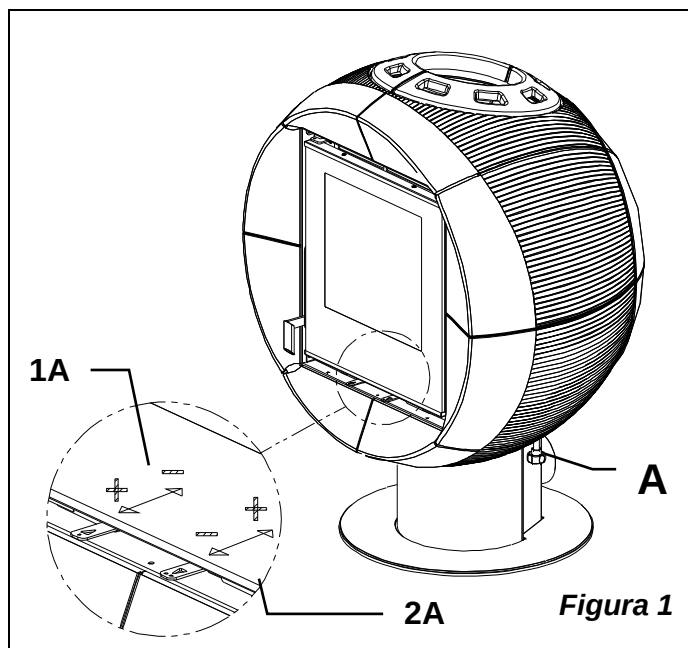

Figura 1
L'insieme della camera di combustione è a tenuta ermetica mediante saldatura ed è rivestito con un carter in acciaio verniciato. Il deflettore interno in vermiculite riflette l'irradiazione del fuoco ed aumenta ulteriormente la temperatura all'interno della camera di combustione. In questo modo, sfruttando i flussi dei gas di scarico, si ottimizza la combustione e si aumenta il grado di efficienza. Particolarità del seguente modello è la possibilità di poter ruotare il corpo di +/- 45°, rispetto l'asse del piedistallo, anche ad apparecchio in funzione con il vantaggio di poterlo poi bloccare nella posizione desiderata tramite un'apposita manopola (Figura 1 pos.A).
Sotto la porta del focolare a **sinistra** si trova la leva di comando del registro dell'aria primaria (Figura 1 pos.1). Con questo registro viene regolato il passaggio dell'aria che entra nella parte bassa della stufa ed attraverso opportuni canali viene convogliato in direzione del combustibile. L'aria primaria è necessaria per il processo di combustione in fase di accensione. Il cassetto cenere deve essere svuotato regolarmente in modo che la cenere non possa ostacolare l'entrata dell'aria primaria.
Sotto la porta del focolare a **destra** si trova la leva dell'aria secondaria (Figura 1 pos.2).
Quando la leva è tutta inserita il passaggio dell'aria è tutto aperto (Figura 1 pos.2).